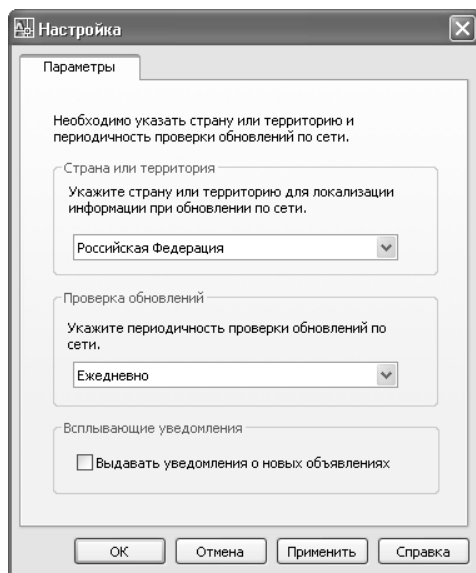

Рис. 1.9 ▼ Диалоговое окно **Настройка** (Configurations Settings)
7. На единственной вкладке **Параметры** (Settings) появившегося диалогового окна **Настройка** (Configurations Settings) выберите в списке **Страна или территория** (Country/Region) регион вашего проживания, в списке **Проверка обновлений** (Check for New Content) – элемент **По запросу** (On Demand) и сбросьте единственный флажок в группе **Всплывающие уведомления** (Balloon Notification) (рис. 1.9), а затем щелкните на кнопке **ОК**.